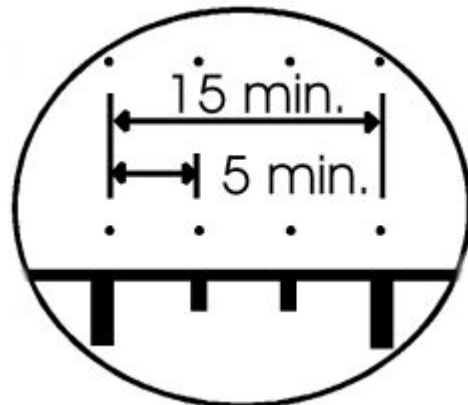
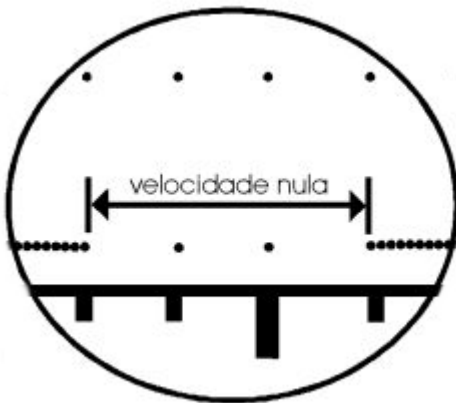
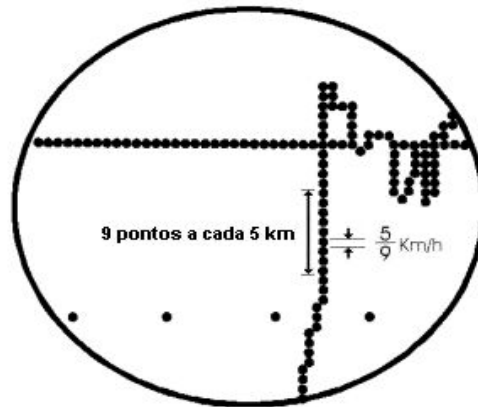

Fig. 2
Fig. 3
Fig. 4
Zona de velocidade: formada por pontos que possuem, cada qual, três coordenadas das seguintes funções: velocidade, distância, tempo. Trata-se de um gráfico plano em que um terceiro eixo, no caso o da distância, é gerado a partir da variação da velocidade em função do tempo. Tais coordenadas estão relacionadas em três eixos: um vertical (P) correspondente a coordenada da função velocidade, graduado em Km/h; (vide fig. 4), e dois eixos horizontais (Q,R, respectivamente) onde o eixo inferior (Q) demonstra a coordenada da função tempo, graduado em horas (Q1) e minutos, contendo traços diferenciados para divisões a cada 15 minutos(Q2) e subdivisões a cada 5 minutos(Q3), (vide fig. 2), e o eixo superior (R) demonstra a coordenada da função distância graduado em Km com divisões regulares a cada hora. Obs.: O eixo formado pela velocidade igual a zero, não coincide com o eixo formado pela escala de tempo(Q), (Vide fig. 3). Esta é a forma de indicar a falta de alimentação do equipamento durante um determinado período de tempo, enquanto houver indicação de velocidade NULA. A linha (A) representa a velocidade de alarme previamente programada.